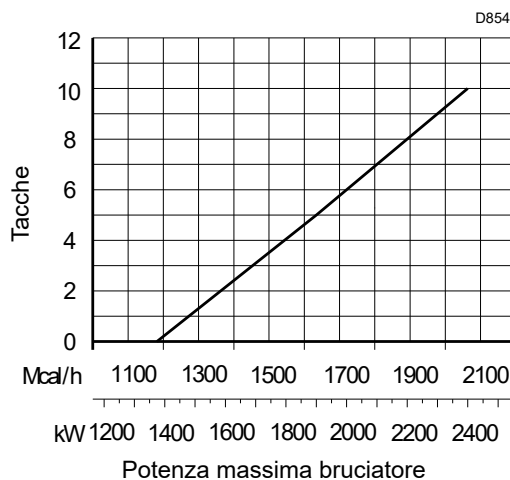

Fig. 19
Trovare nel diagramma (Fig. 19) la tacca per:
Dal diagramma (Fig. 19) risulta che per questa potenzialità le regolazioni sono:
- La regolazione R2 (Fig. 19) è indicativa. Se possibile si suggerisce di mantenere la ghiera sempre chiusa (tacca 0); qualora sia necessario un recupero d'aria si può aprire la ghiera seguendo le indicazioni del diagramma Fig. 19.
- Il diagramma Fig. 19 indica una regolazione ottimale per una tipologia di caldaie secondo Fig. 2.